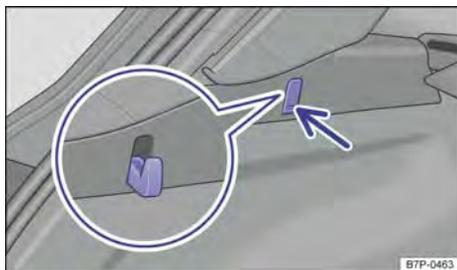

Fig. 217 No compartimento de bagagem à esquerda: ganchos para sacolas.
→ Fig. 217 no qual sacolas de compras leves podem ser fixadas.
- Pressionar a parte inferior dos ganchos para sacolas → Fig. 217 (seta) e rebater para fora.